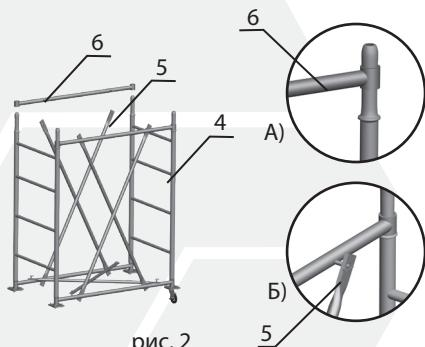

рис. 2
- Установить лестницы (4), соединить их гантелями секции (6) (рис. 2 А). Соединить гантели секции стяжками секции (5) с боковыми флагштаковыми замками гантели базы (рис. 2 Б) и рис. 2 Б).